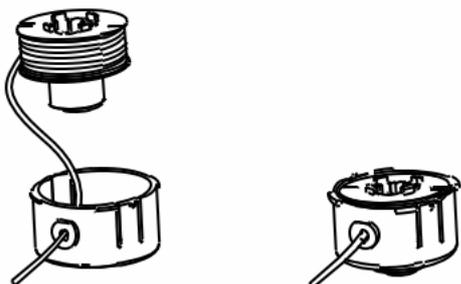

FIG 13
5. Insérez la ligne dans l'œillet dans le porte-bobine et faites glisser la bobine à l'intérieur. (FIG 13)